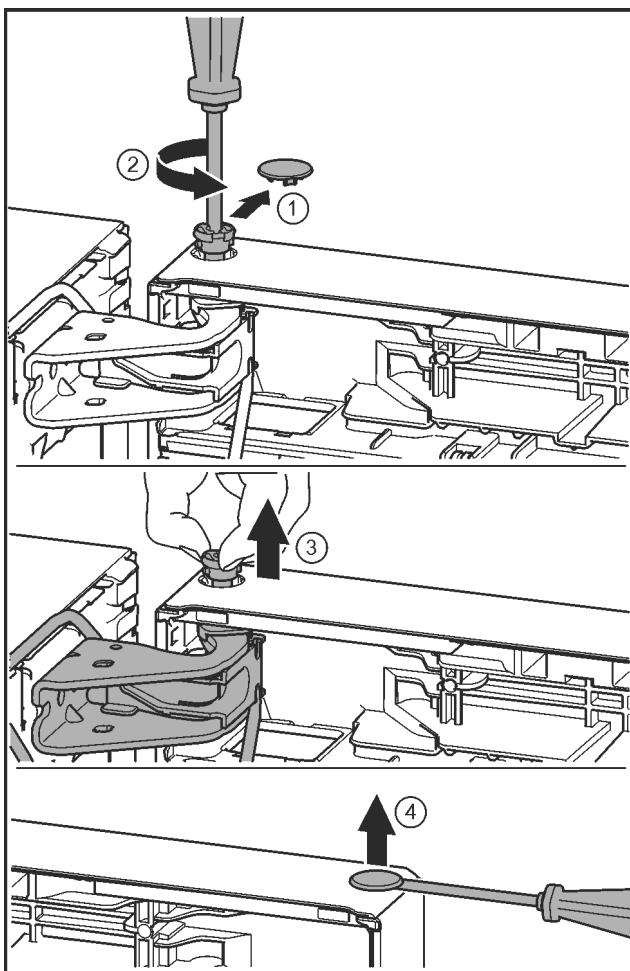

Fig. 21
- Retire la cubierta del seguro con cuidado. Fig. 21 (1)
- Desenrosque un poco el perno con el destornillador T15. Fig. 21 (2)
- Sujete la puerta y extraiga el perno con los dedos. Fig. 21 (3)
- Levante cuidadosamente el tapón del casquillo de cojinete de la puerta con un destornillador para tornillos de cabeza ranurada y extrágíalo. Fig. 21 (4)